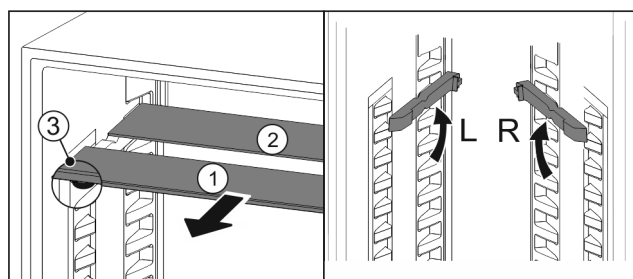

Fig. 198
- ▶ Wyciągnąć Fig. 198 (1) pojedynczo półki szklane do przodu.
- ▶ Płyta szklana Fig. 198 (1) z listwą ozdobną znajduje się z przodu.
- ▶ Stopery Fig. 198 (3) wskazują w dół.